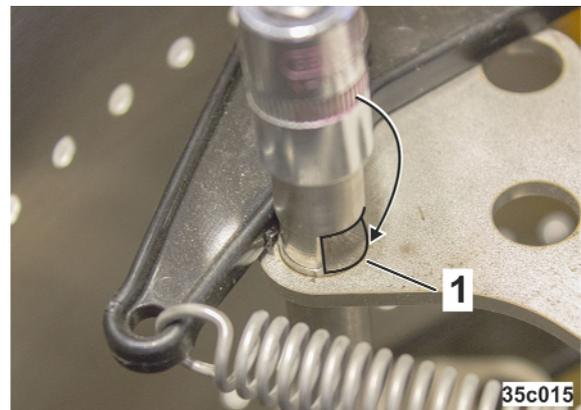

Fig. 329
3. Nut (Fig. 329/1) muss vollständig vom Betätigungshebel (Fig. 327/2) gelöst werden, Entlastungsbolzen in Parkposition (Lochbedeckungsrollen sind entlastet).